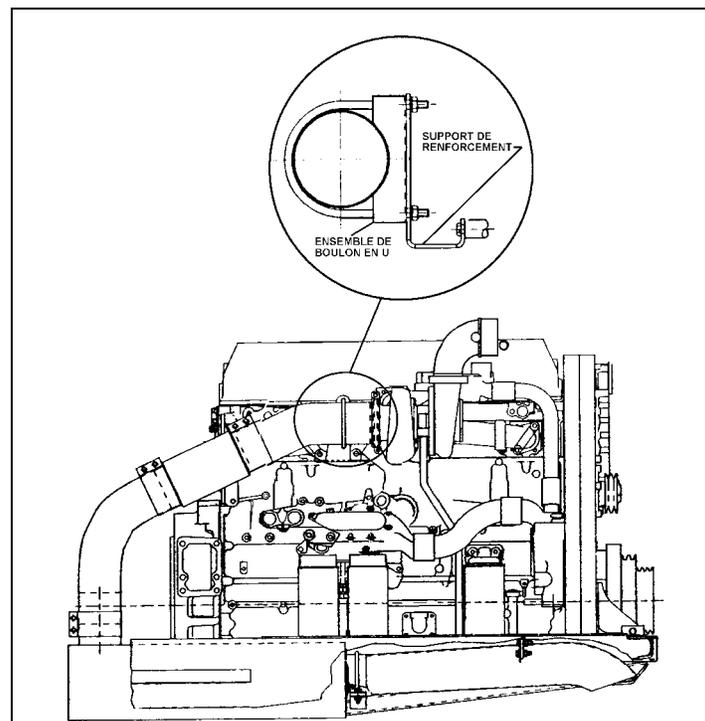

FIGURE 2: VUE DU MOTEUR - CÔTÉ TURBOCOMPRESSEUR
4. Retirer les deux boulons qui serviront à fixer le support de renforcement (voir fig. 2).
5. Installer le support de renforcement (Prévost # 040517) et l'ensemble de boulon en U (Prévost # 540018) comme le montre la figure 2.